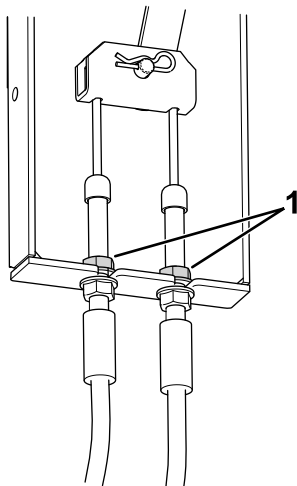

Figure 77
3. Localisez le support du câble de frein (Figure 77) sous le côté gauche de la machine, près de la roue gauche.